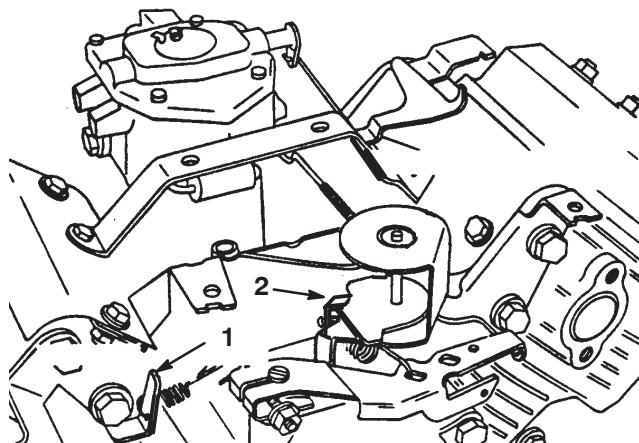

Figure 38
- Courbez la languette d'ancrage du ressort de ralenti réglé (Fig. 38) pour obtenir un régime de ralenti de 1625 ± 50 tr/min. Vérifiez le régime avec un compte-tours.
5. Réglez la manette d'accélérateur en position haut régime. Courbez la languette d'ancrage du ressort de régime maximum (Fig. 38) pour obtenir un régime maximum de 2850 ± 50 tr/min.